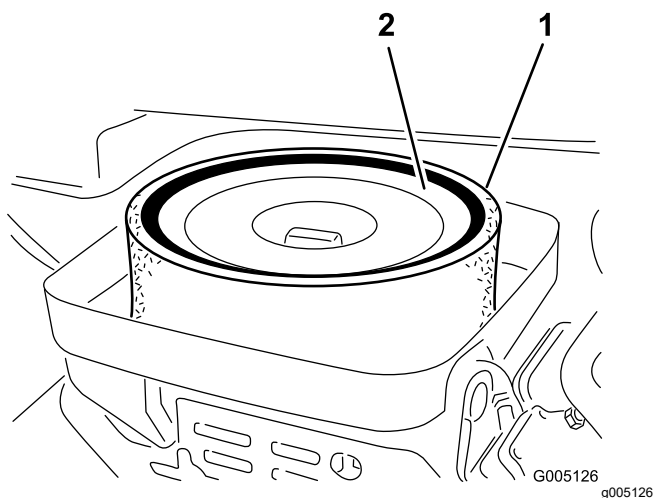

図 38
3. エレメントをエアクリーナに固定している蝶ナットを外す図 38。
4. スポンジ図 38を点検し、汚れていればペーパーエレメントから外す。以下の要領で丁寧に清掃してください